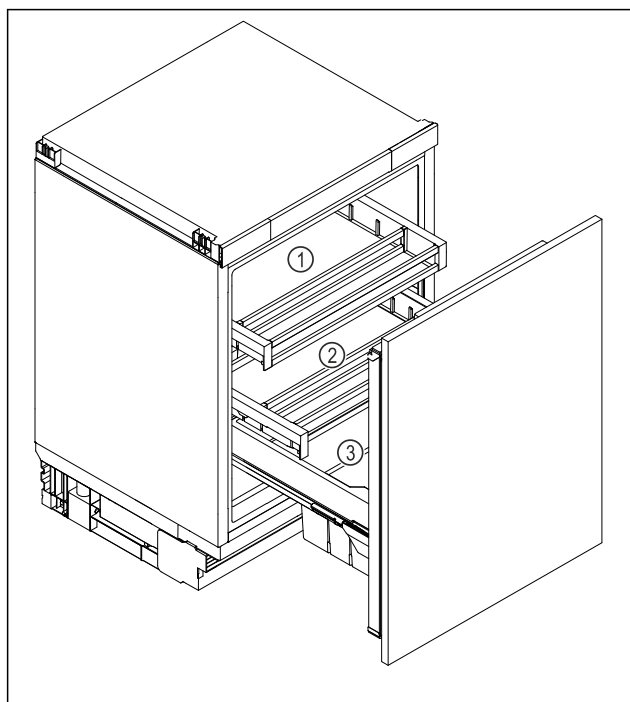

Fig. 48 Reprezentare exemplificatoare
- Sertar superior Fig. 48 (1): Depozitați unt, brânză, conserve și tuburi.
- Sertar inferior Fig. 48 (2): Depozitați alimente perisabile, precum mâncăruri, pește, produse din carne și mezeluri.
- Cutie pentru fructe și legume Fig. 48 (3): Depozitați fructe și legume ambalate.
- Compartiment pentru băuturi Fig. 48 (3): Depozitați sticle individuale.